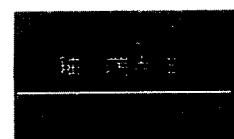

图 1-19 绘制椭圆的方法
(1) 在【绘图】菜单下选择“椭圆”子菜单。在“椭圆”子菜单的下一级菜单中选择“中心点”，启动绘制椭圆的命令。通过指定椭圆的中心点坐标、一个端点坐标和另一条轴的长度来绘制椭圆。“椭圆”子菜单的下一级菜单如图 1-19 所示。
(2) 按照系统的提示，依次给出中心点(180, -250)，轴的端点(250, -250)，以及另一条轴的长度 50。